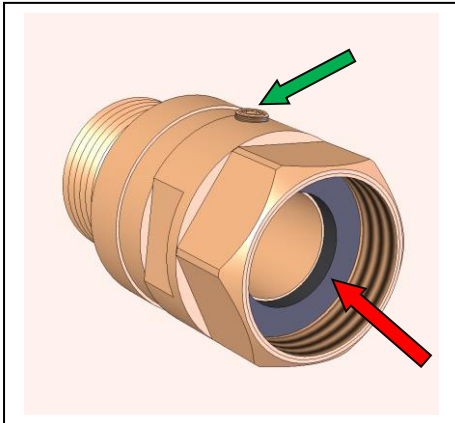

Bild 1: Gerade Drehverschraubung $\frac{3}{4}$ "
1. Kontrollieren ob die Gummidichtung in der Drehverschraubung eingelegt ist. (Bild 1+3, roter Pfeil)
3. Den vorderen Teil der Drehverschraubung von Hand soweit drehen, bis der Gewindestift in der Drehverschraubung nach unten zeigt. (Bild 1+2, grüner Pfeil)